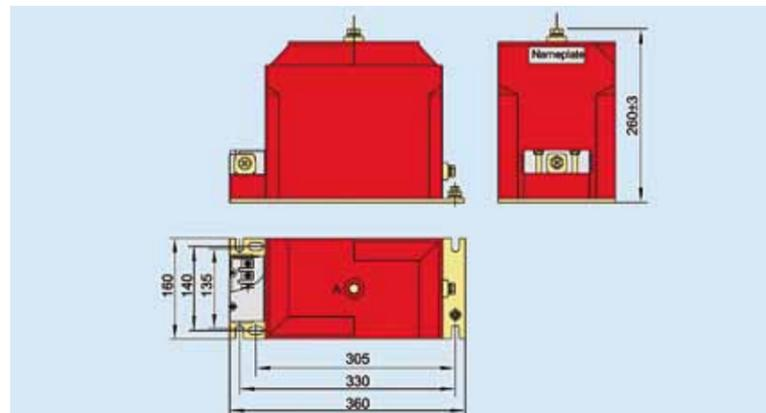

Рис. 6.2 Внешний вид и монтажные размеры трансформатора напряжения JDZX10-10B
6.2 Внешний вид и монтажные размеры трансформатора напряжения JDZX10-10B (см. рис. 6.2)